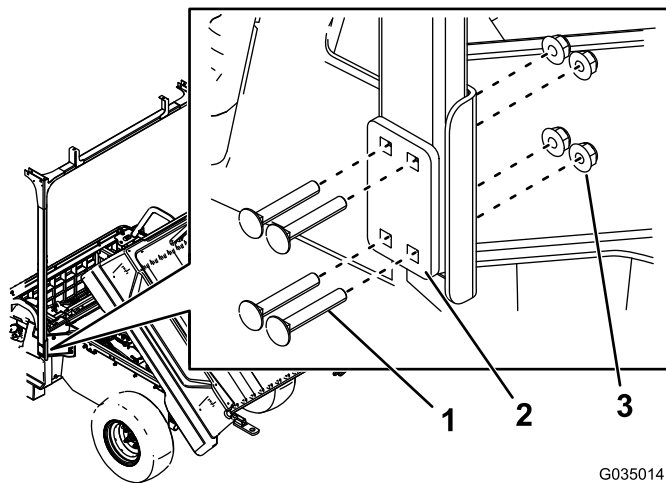

Bild 7
6. Befestigen Sie die hinteren Rohre lose mit acht Schlossschrauben (5/16" x 2"), zwei Befestigungsplatten und acht Muttern (5/16") an den hinteren Schleifenhalterungen, wie in Bild 7 abgebildet.